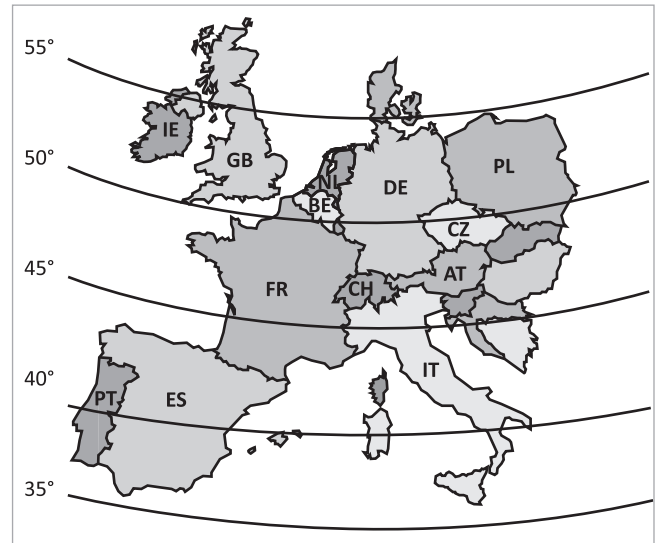

Abb. 4: Breitengrade in Europa
- Aus der → *Abb. 4* lässt sich der Breitengrad des eigenen Standortes ablesen.